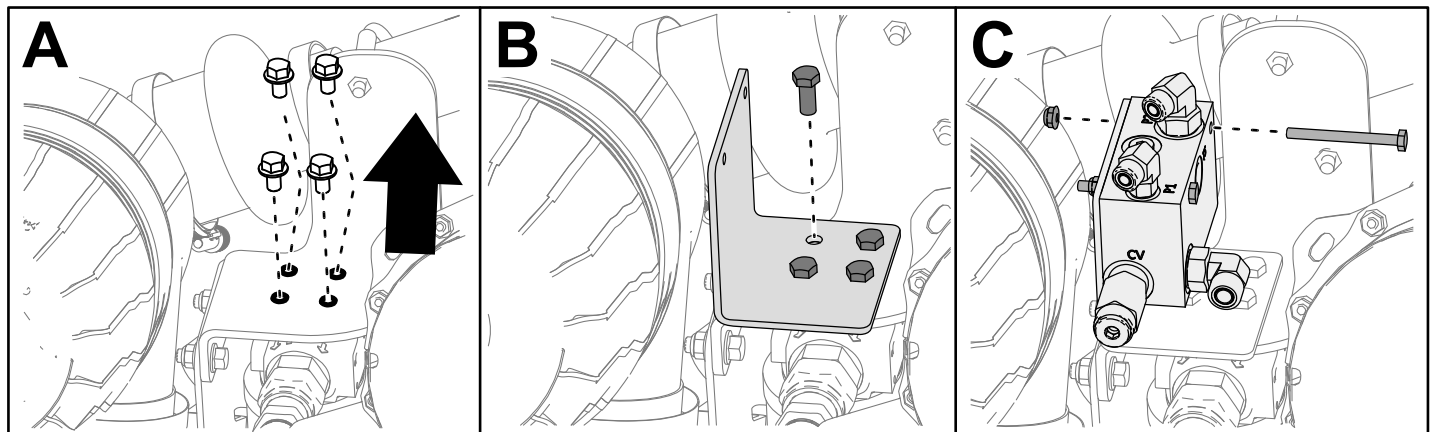

Figura 3
4. Retire y deseche los pernos del soporte del filtro de carga (Figura 3, A).
5. Instale el soporte con 4 pernos ( $\frac{3}{8}$ " ), como se muestra en la Figura 3, B.
6. Instale el distribuidor y los acoplamientos en el soporte con 2 pernos ( $\frac{1}{4}$ " x  $2\frac{3}{4}$ " ) y 2 tuercas ( $\frac{1}{4}$ " ), como se muestra en la Figura 3, C.